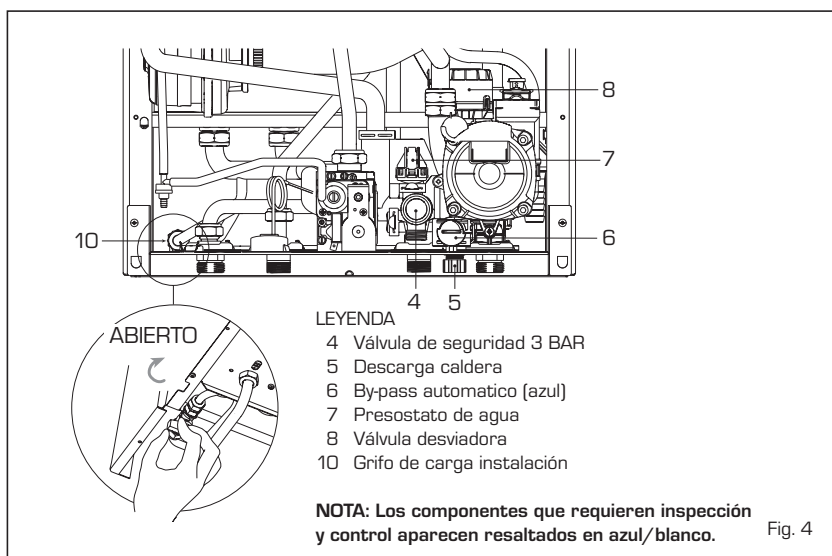

Fig. 4
2.5 RELLENADO DE LA INSTALACION (fig. 4)
El llenado de la caldera y de la instalación se efectúa abriendo el grifo de carga (10 fig. 4). La presión de carga con la instalación fría debe ser de **1-1,2 bar**.
2.5.1 Vaciado de la instalación (fig. 4)
tapón de descarga [5 fig. 4). Antes de efectuar esta operación hay que apagar la caldera.